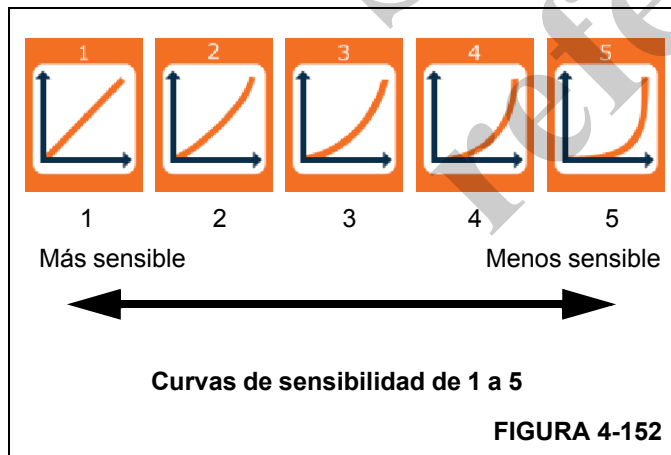

FIGURA 4-152
La curva de sensibilidad 1 (predeterminada) es la más sensible y la curva de sensibilidad 5 es la menos sensible (Figura 4-152).
3. Use el cuadrante selector o los botones de flecha arriba/abajo para seleccionar una de las cinco curvas de sensibilidad posibles (Figura 4-152).